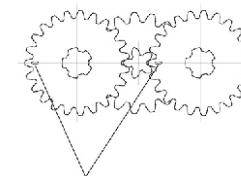

Figure 3 - Repères temporels des engrenages jumeaux
- 2 L'assemblage est inverse du démontage. Chacun des engrenages jumeaux a un "O" apposé sur eux qui est utilisé comme une marque de synchronisation. Les engrenages jumeaux doivent être installés de telle sorte que le temps marqué à la fois le point exactement à la position 9 heures en même temps (voir la Figure 3).